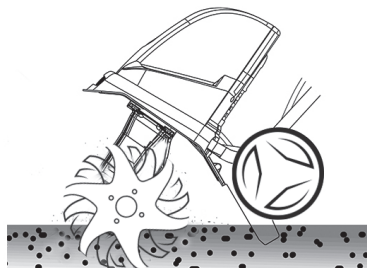

Рис. 10
- Плавное наклоните культиватор вперед и нажимайте на ручки до тех пор, пока фрезы не погрузятся в землю на требуемую глубину, затем прикладывайте давление, достаточное для поддержания этой глубины (Рис. 10).